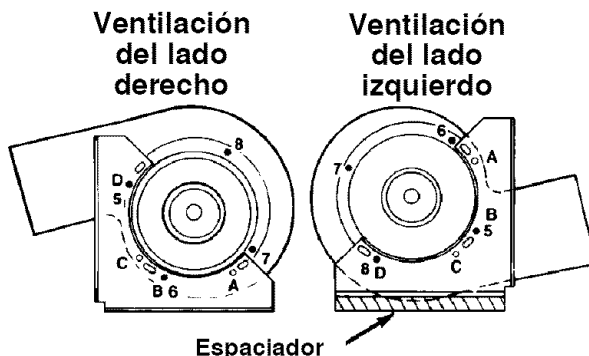

Figura 17
4. Coloque los soportes de montaje en la cubierta del ventilador según se muestra en la figura 17.
**a. Ventilación por el lado derecho (figura 17).**
**b. Ventilación por el lado izquierdo (figura 17).**
5. Sujete la cubierta del ventilador al piso con la descarga hacia la ventilación y la entrada de aire hacia el frente de los gabinetes. Además, en la ventilación por el lado izquierdo, se necesita un espaciador de aproximadamente 1 1/2" (3,81 cm) de ancho x 9" (22,86 cm) de largo debajo de la saliente del soporte de montaje (vea la figura 17).